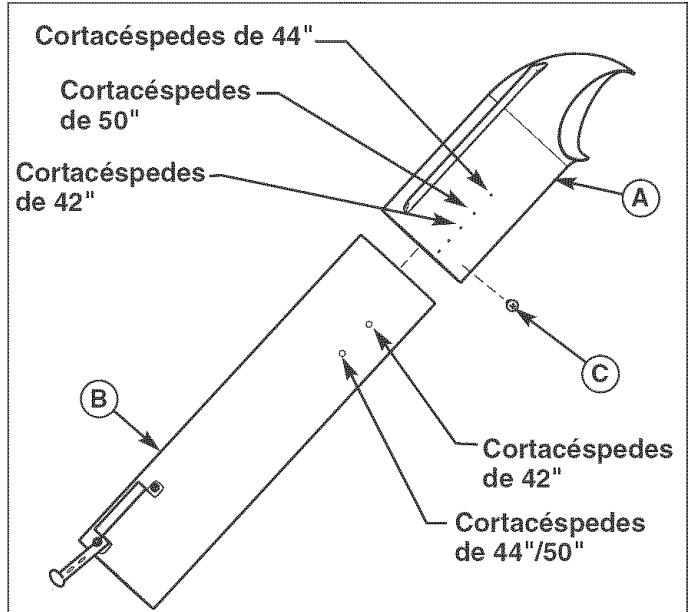

Figura 38. Conjunto de tubos medio y superior
1. Deslice el tubo superior (A, Figura 38) sobre el tubo medio (B) y fíjelos usando el tornillo (C).